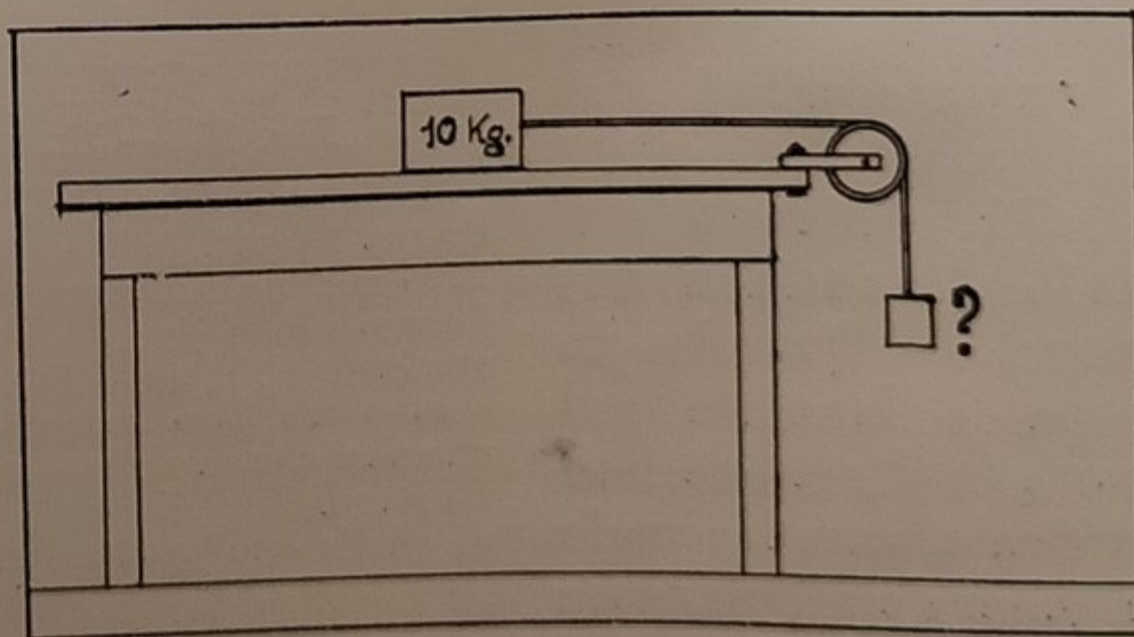

Fig. 38. — ATTRITO RADENTE.
35. Attriti e resistenze. — L'*attrito* è l'ostacolo che trova un corpo solido che si muove restando in contatto con un altro corpo pure solido. Esso dipende dalla natura delle superfici di contatto, ma non dalla loro estensione, e dalla forza che preme i due corpi l'uno contro l'altro, ma non dalla loro velocità relativa. L'*attrito* si dice *radente* se i due corpi strisciano l'uno contro l'altro, come nel caso di un corpo appoggiato su di un piano e tirato con una fune (fig. 38); si dice *volvente* quando un corpo rotola su di un altro, come fa la superficie esterna di una ruota sul suolo. L'attrito volvente è sempre molto minore di quello radente: ma, neanche nei perni delle ruote,